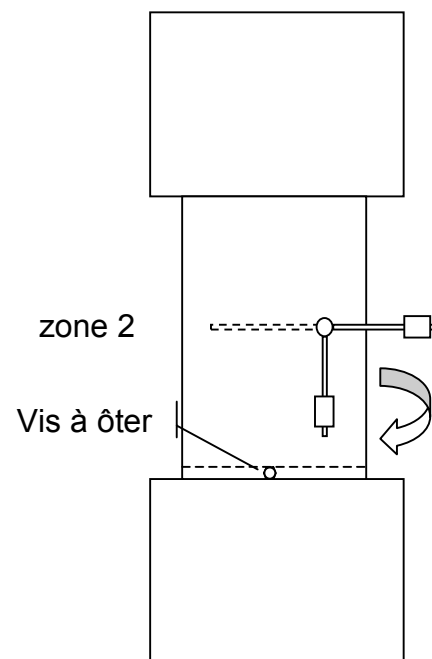

Figure 2
1. Oter la vis maintenant le tube PVC de la zone 2 (voir figure 2)